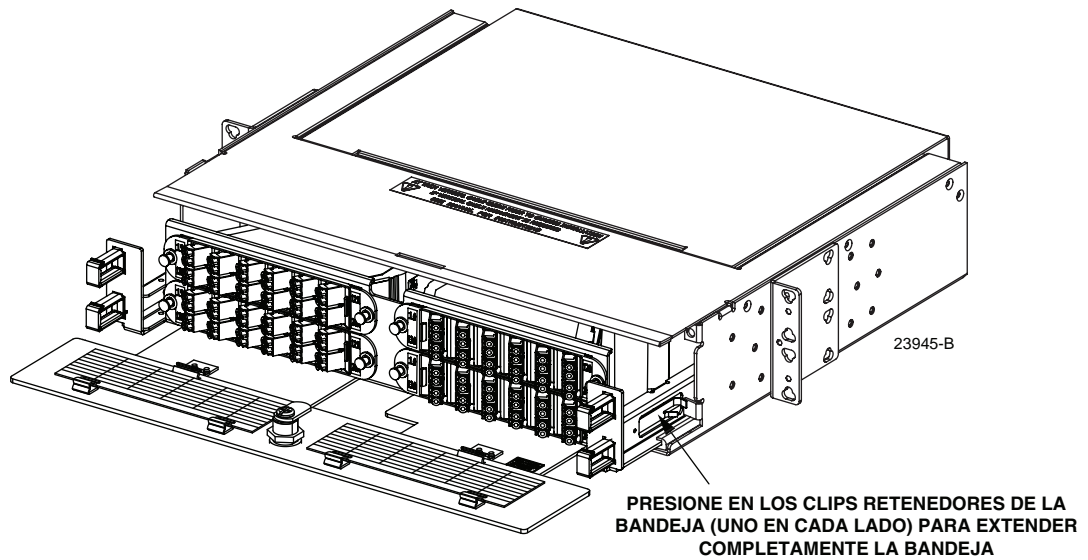

Figura 8. Liberar el panel para deslizarlo completamente hacia afuera
2. Para liberar el panel para abrirlo completamente, presione los clips retenedores (uno en cada lado) ubicados como se muestran en la Figura 8. Deslice el panel hacia afuera hasta asegurarlo en su lugar.